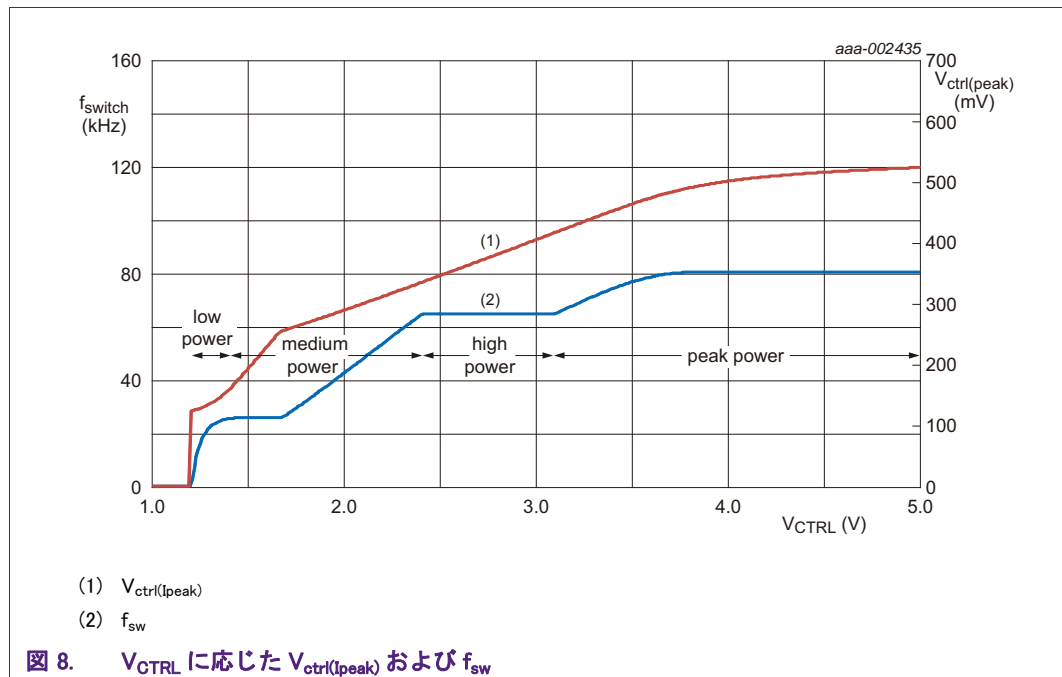

図 8.  $V_{CTRL}$  に応じた  $V_{ctrl(lppeak)}$  および  $f_{sw}$
2. ソフトスタートコンデンサの充電電圧は 0.5V に固定されておらず、CTRL ピンの電圧に応じて変わります。 $V_{CTRL}$  と  $V_{ISENSE}$  の関係については、図 8 を参照してください。標準的なアプリケーションでは、起動時に CTRL の電圧が 5.4V にクリップされます。次に、ソフトスタートコンデンサは 0.5V に充電されます。非標準的なアプリケーションの場合は、起動時に CTRL の電圧が常に高いかどうかを確認してください。
CTRL ピンの電圧によって、一次側ピーク電流が制御されます。図 8 は、CTRL ピンの電圧とピーク電流の関係を示します。
CTRL ピンの電圧によって、スイッチング周波数が制御されます。周波数曲線（図 8 参照）は、4 つの領域に分割できます。